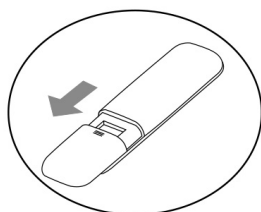

Fig.1
- Aprire il vano batterie facendo scorrere verso l'esterno lo sportellino (osservare la direzione della freccia nella fig. 1).